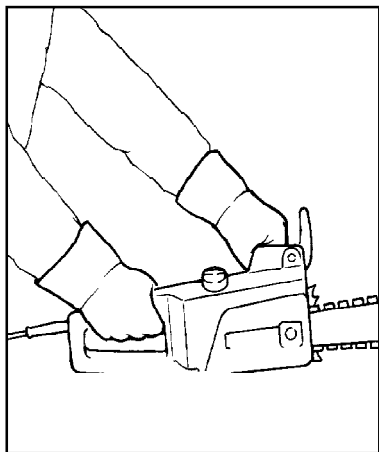

Рисунок 16 - Правильное положение рук при работе электропилой
2.3.3 Электропилу держать двумя руками. Правая рука должна находиться на задней рукоятке даже для левши. Большой палец левой руки должен плотно охватывать переднюю рукоятку снизу. Сетевой шнур должен находиться вне зоны резки, см. рисунок 16.